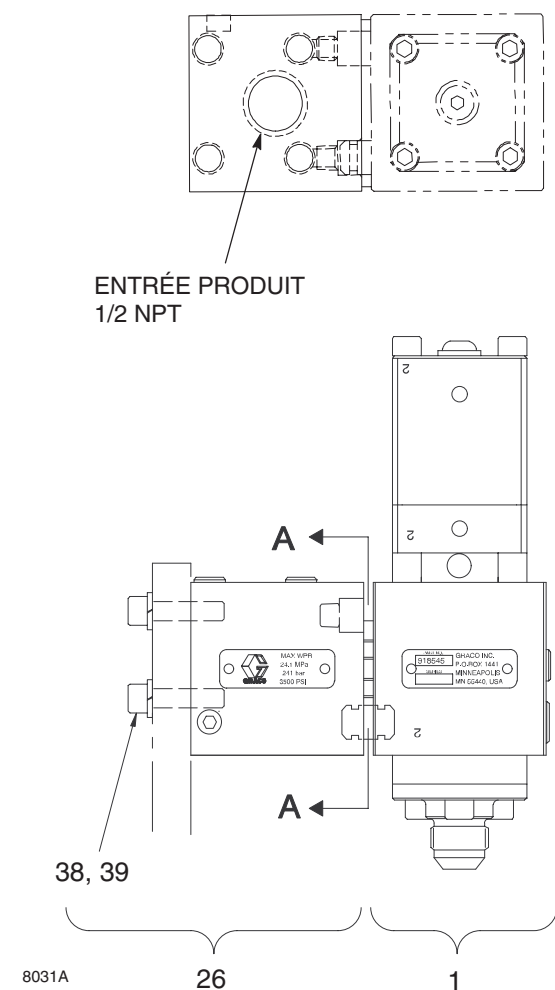

Fig. 15
25. Remonter la vanne de distribution (1) sur son support à l'aide des quatre vis (38) et des rondelles (39). Voir Fig. 15, type.